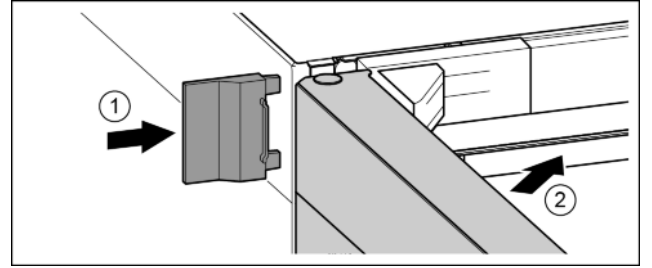

Fig. 17
- Dış kapağı takın. Fig. 17 (1)
- Üst kapıyı kapatın. Fig. 17 (2)